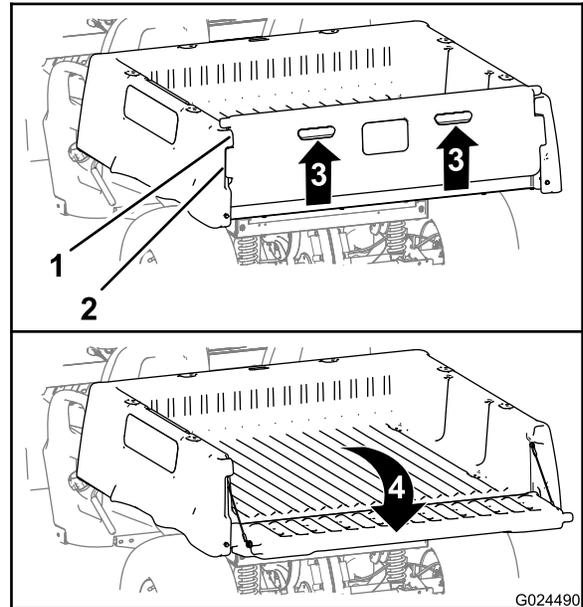

Рисунок 16
- Поднимите захваты на задней панели откидного борта (Рисунок 16).
- Совместите фиксирующие фланцы заднего откидного борта с отверстиями, расположенными между фланцами откидного борта грузового кузова (Рисунок 16).
- Поверните откидной борт назад и вниз (Рисунок 16).
6. Поверните откидной борт вверх и вперед так, чтобы фиксирующие фланцы откидного борта были заподлицо с его гнездом в грузовом кузове (**Рисунок 16**).
7. Опустите откидной борт до его посадки в задней части грузового кузова (**Рисунок 16**).